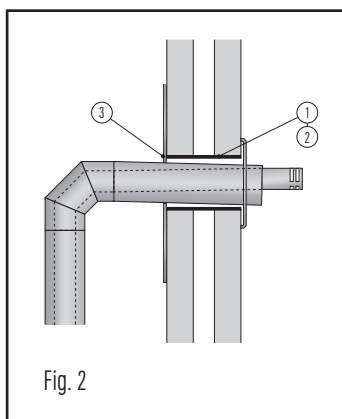

Fig. 2
In alle gevallen dient de doorvoer rondom 50 mm verwijderd te zijn en te blijven van brandbaar materiaal. Praktisch kan dit op twee manieren uitgewerkt worden (zie fig. 2):
In all circumstances the terminal must have a minimum distance of 50 mm to all combustible material. This can be realised in 2 different ways (see fig. 2):
Dans tous les cas de figure, la distance entre le terminal USDHC4 13 (4) et les matériaux combustibles ne doit pas être inférieure à 50 mm. Ceci peut se faire de 2 façons (voir fig. 2) :